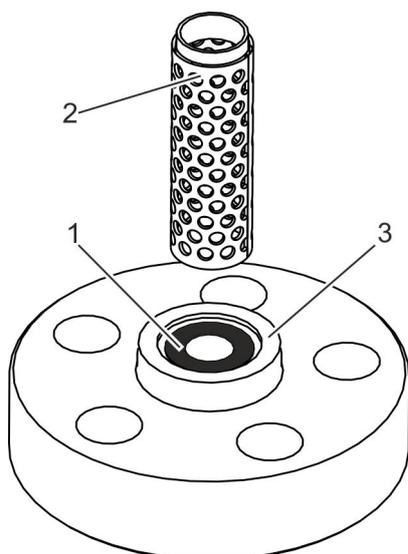

Fig. 25 : Montage du cylindre à tamis
7. → Insérer le nouveau cylindre à tamis (Fig. 25 /2) dans le centrage (Fig. 25 /3) du couvercle de fermeture sur l'anneau de garniture monté (Fig. 25 /1).
8. → S'assurer que le joint longitudinal sur le cylindre à tamis (Fig. 25 / 2) n'est pas aligné dans le sens de sortie du carter.